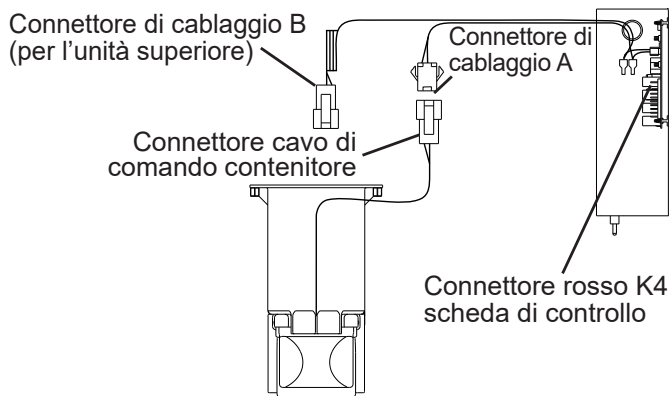

Fig. 4
- c. Utilizzare la vite a testa piatta rimossa nel passaggio precedente e quella in dotazione nella borsa degli accessori per fissare il gruppo di comando del contenitore alla parte inferiore della macchina. Vedere Fig. 4.